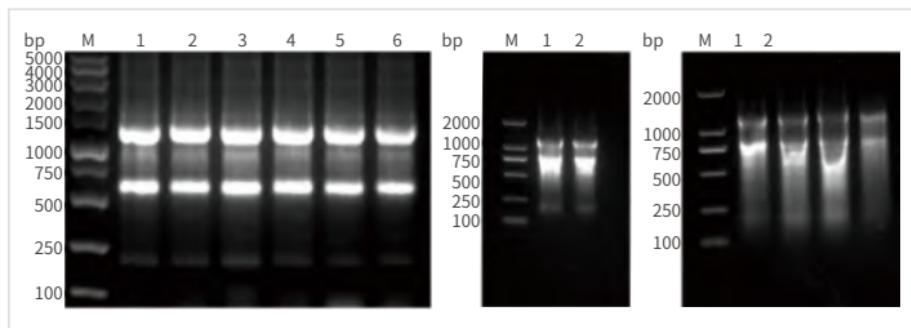

图1 总RNA跑胶示例图
- 2) 总RNA质量检测:配置1%的琼脂糖胶,取2μL总RNA与loading buffer混匀后跑胶,胶槽需要用超纯水冲洗干净,电泳缓冲液也需要换成新的,在200V恒压下跑胶15min后扫胶,如图1所示,质量好的RNA在琼脂糖凝胶上可观察到两条明亮的条带,28S:18S RNA的比例可以评估总RNA的完整性,真核RNA的理论28S:18S比率约为2:1。对于哺乳动物的总RNA,带的强度比应为1.5~2.5:1。